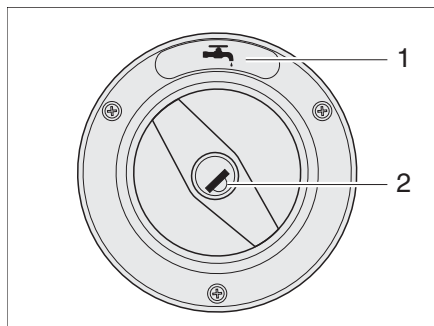
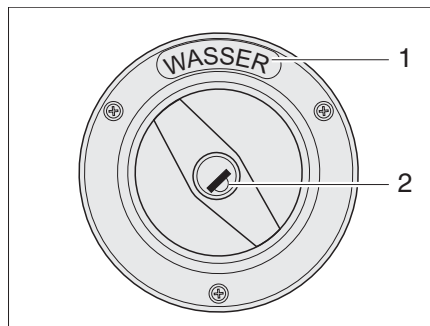

Fig. 5 Coperchio per bocchettone di riempimento dell'acqua potabile (variante 1)
Fig. 6 Coperchio per bocchettone di riempimento dell'acqua potabile (variante 2)
- ▷ Il bocchettone di riempimento dell'acqua potabile è contraddistinto dal simbolo "☕" (Fig. 5,1) o dalla scritta "ACQUA" (Fig. 6,1).
- Inserire la chiave nel cilindro della serratura (Fig. 5,2 o Fig. 6,2) e ruotare in senso antiorario.